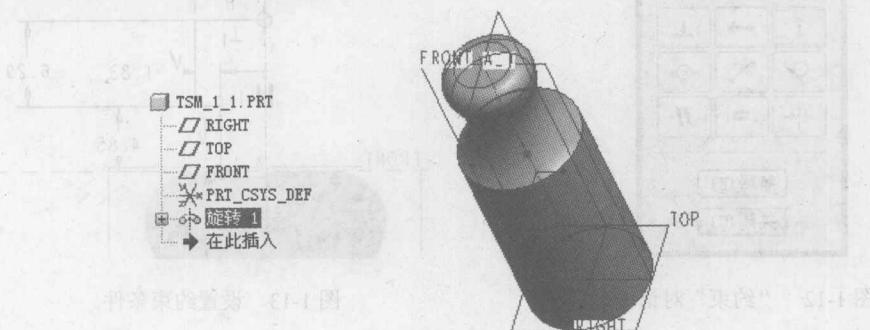

图 1-10 手柄主体
7) 在旋转操控板上, 单击 (完成) 按钮, 完成的旋转特征如图 1-10 所示。